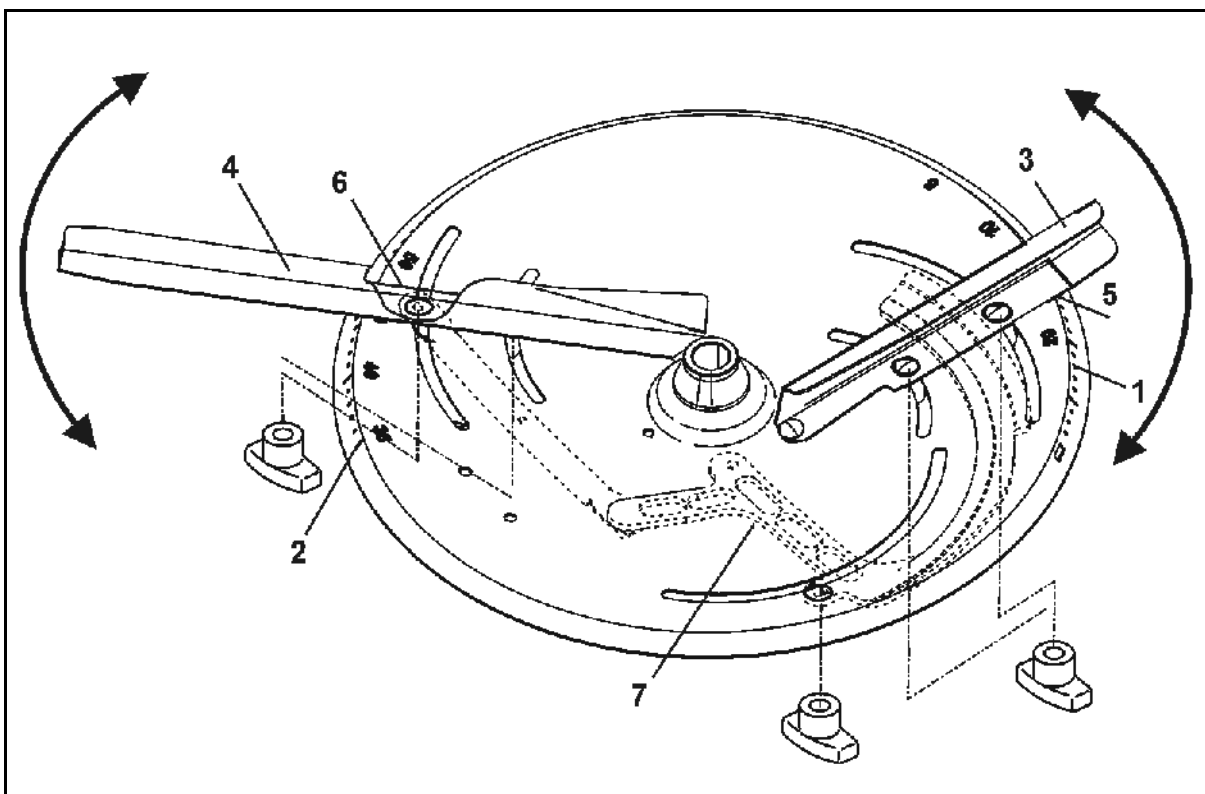

Fig. 60
For at sikre en nøjagtig indstilling af de enkelte spredeskovstillinger uden brug af værktøj er der placeret to forskellige skalaer (Fig. 60/1 og Fig. 60/2), som ikke kan forveksles, på hver spredeskive.
- Den korteste spredeskovl (Fig. 60/3) har en skala (Fig. 60/1) med værdier fra 5 til 28, og den længste spredeskovl (Fig. 60/4) har en skala (Fig. 60/2) med værdierne 35 til 55.
- Aflæs indstillingsværdien for den korte spredeskovl (Fig. 60/3) på aflæsningskanten (Fig. 60/5).
- Aflæs indstillingsværdien for den lange spredeskovl (Fig. 60/4) på aflæsningskanten (Fig. 60/6).
- Når spredeskovlene drejes til en højere talværdi på skalaen (Fig. 60/1 el. Fig. 60/2), bliver arbejdsbredden større.